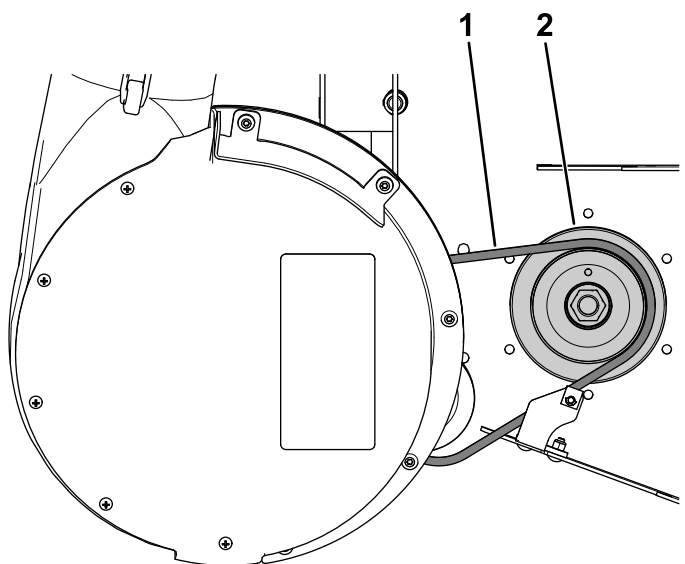

Figure 46
- Tirez la poulie de tension rappelée par ressort vers l'arrière et chaussez la courroie du ventilateur sur la poulie d'entraînement (Figure 46).